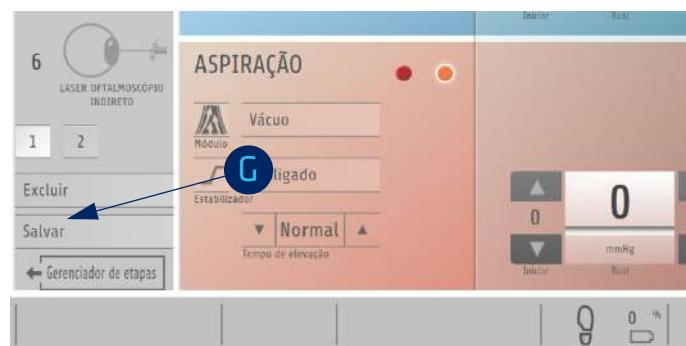

Fig. 199: Configurações de etapas: Salvar
6. Pressione OK [D] para sair das configurações dos interruptores de pedal; a tela da fig. 199 é exibida novamente.